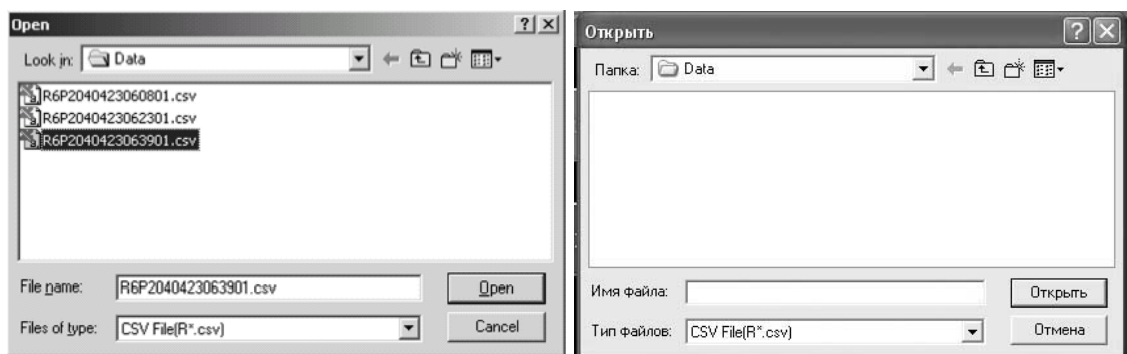

Рис. 125
2. Выбрать файл, содержащий сохраненные данные графика, которые Вы хотите просмотреть, и затем щелкнуть **Open**. (Рис. 125)